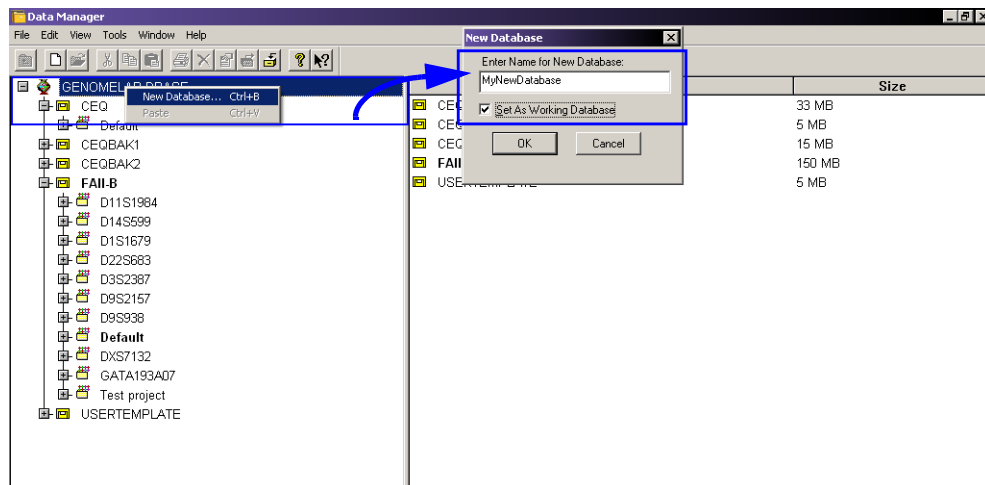

图 8.3 在数据管理器模块中设置新工作数据库
3. 输入数据库的名称，如果需要，请选择 **Set As Working Database**（设置为工作数据库）选项（图 8.3）。